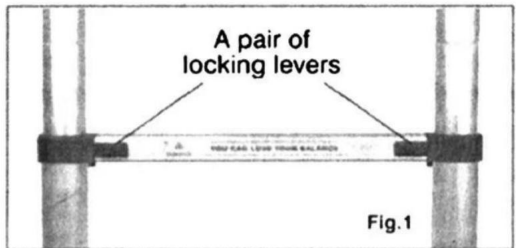

Fig.1
2. Chaque mécanisme est relié à un verrouillage toujours visible de l'extérieur (voir Fig.1).